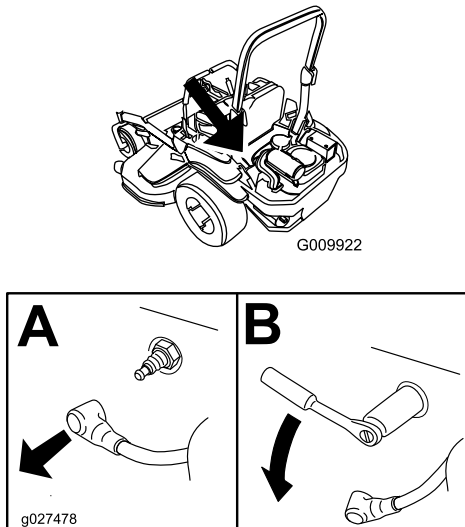

Figure 52
4. Localice y retire la(s) bujía(s), como se muestra en la Figure 52.